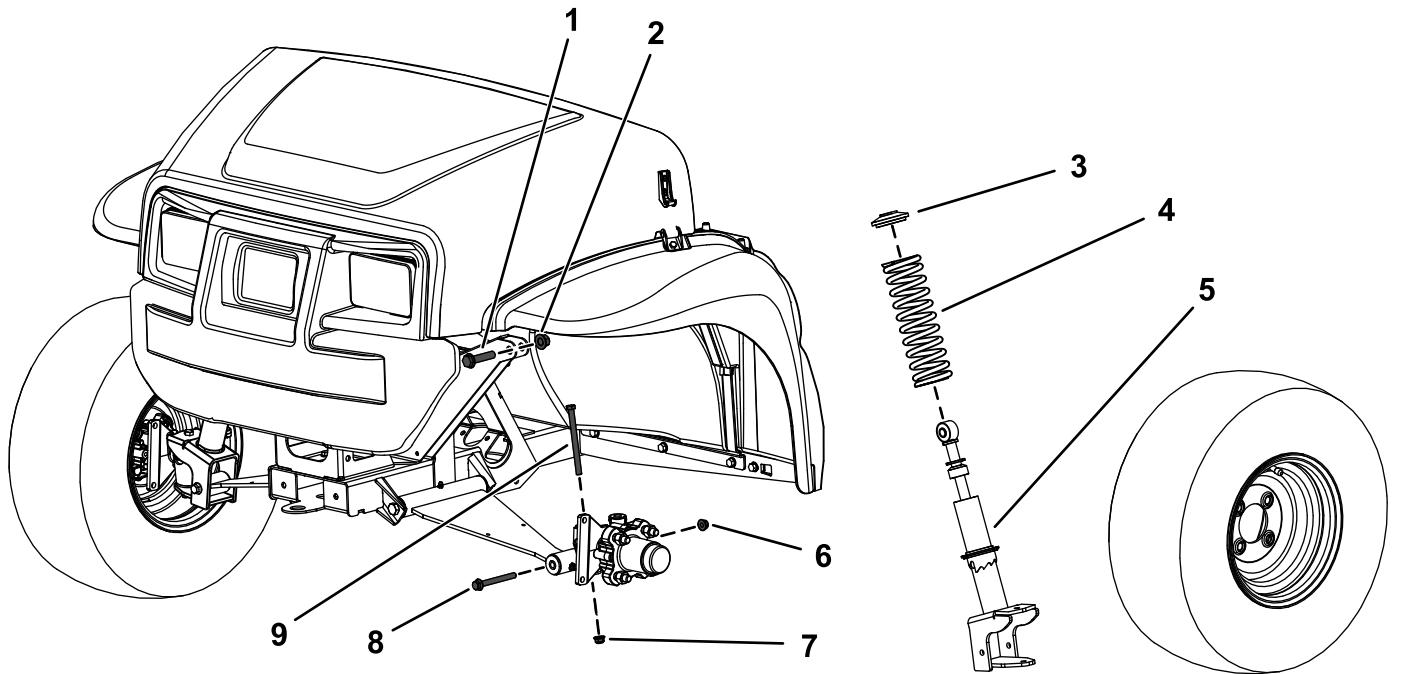

Рисунок 1
2. Снимите болт с шестигранной головкой (3/8 x 4-3/4 дюйма) и фланцевую гайку (3/8 дюйма) со шпинделем (Рисунок 1).
3. Снимите болт с шестигранной головкой (3/8 x 3-1/2 дюйма) и фланцевую гайку (3/8 дюйма) с рычага управления (Рисунок 1).
4. Снимите болт с шестигранной головкой (1/2 x 2-1/4 дюйма) и контргайку (1/2 дюйма), которые крепят стойку в сборе к верхней раме (Рисунок 1).
5. Снимите стойку в сборе (Рисунок 1).
3. Снимите пружину со стойки в сборе (Рисунок 1).
4. Установите новую пружину на имеющуюся стойку в сборе (Рисунок 1).
2. Прикрепите верхнюю часть стойки в сборе к раме при помощи верхнего болта с шестигранной головкой (1/2 x 2-1/4 дюйма) и контргайки (1/2 дюйма), как показано на Рисунок 1.
4. Установите болт с шестигранной головкой (3/8 x 4-3/4 дюйма) и фланцевую гайку (3/8 дюйма) на шпиндель (Рисунок 1).
6. Прикрепите нижнюю часть стойки в сборе к рычагу управления при помощи болта с шестигранной головкой (3/8 x 3-1/2 дюйма) и фланцевой гайки (3/8 дюйма), как показано на Рисунок 1.